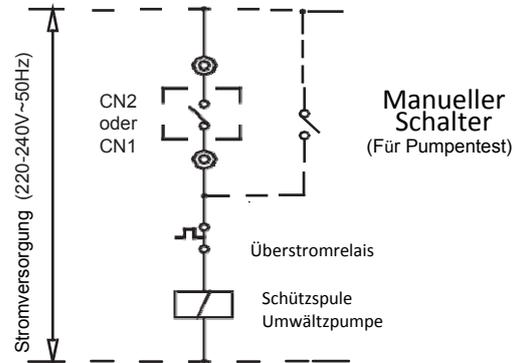

Abb. 5-3
10. Schritt. Der Anschluss der Kabel der Umwälzpumpe erfolgt über einen Außenschalter an die Klemmen CN1 oder CN2 des Hauptgerätes (Master), wie in Bild 5-3 dargestellt.